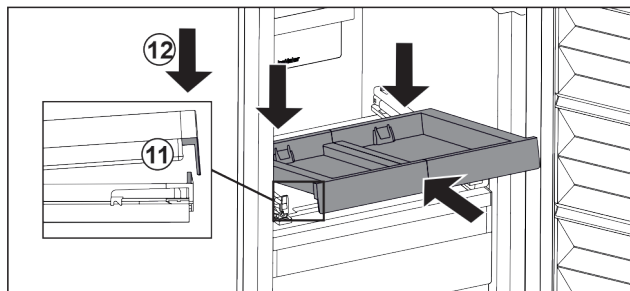

Fig. 122
- Vstavite jo v poševnem položaju. Pazite, da je nastavek na obeh straneh za jezičkom. Fig. 122 (11)
- Izvlečno polico odložite spredaj. Fig. 122 (12)